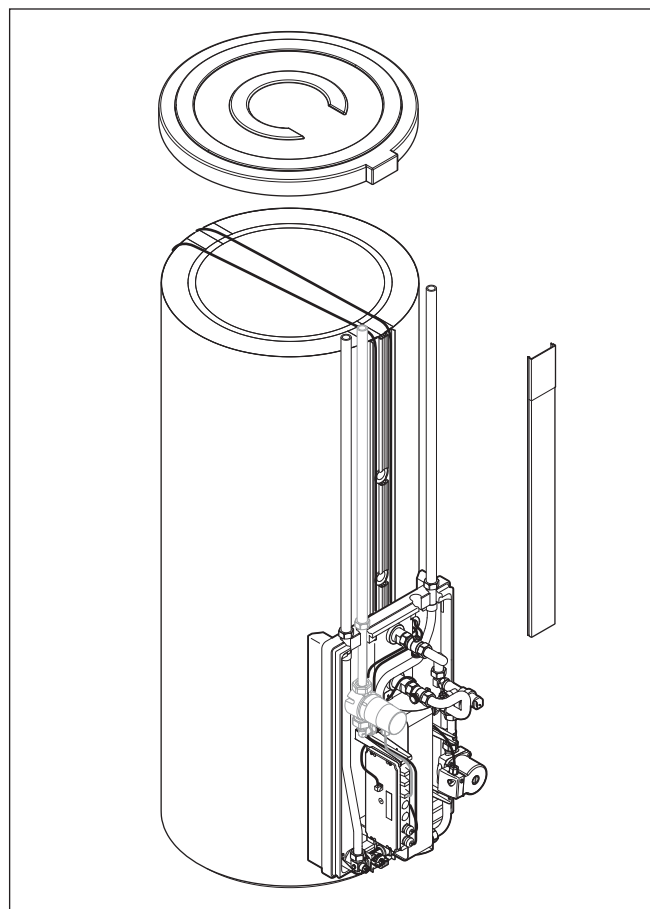
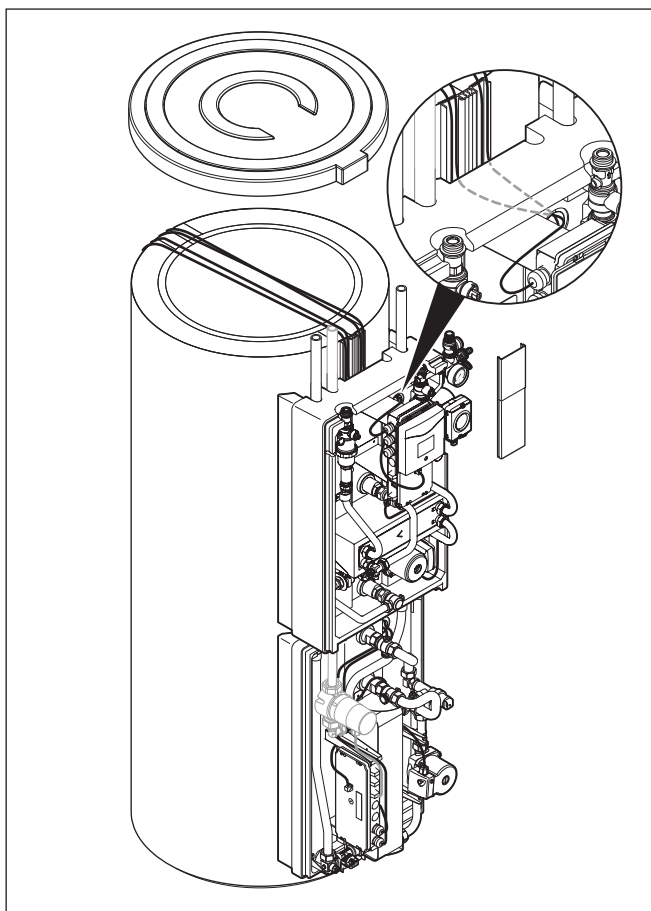

Fig. 4.8 Posa dei cavi elettrici nella canalina del bollitore tampone VPS/2, in un impianto senza stazione di carica solare
Fig. 4.9 Posa dei cavi elettrici nella canalina del bollitore tampone VPS/2, in un impianto con stazione di carica solare
- Posare le linee elettriche nella canalina per cavi sul lato anteriore del bollitore tampone (→ **Fig. 4.8**).
(→ risp. Fig. 4.8 o Fig. 4.9).